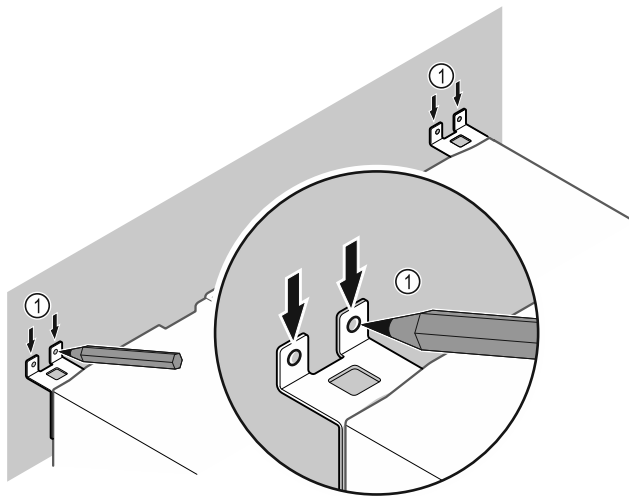

Fig. 11
- Markierungen an der Wand setzen Fig. 11 (1).